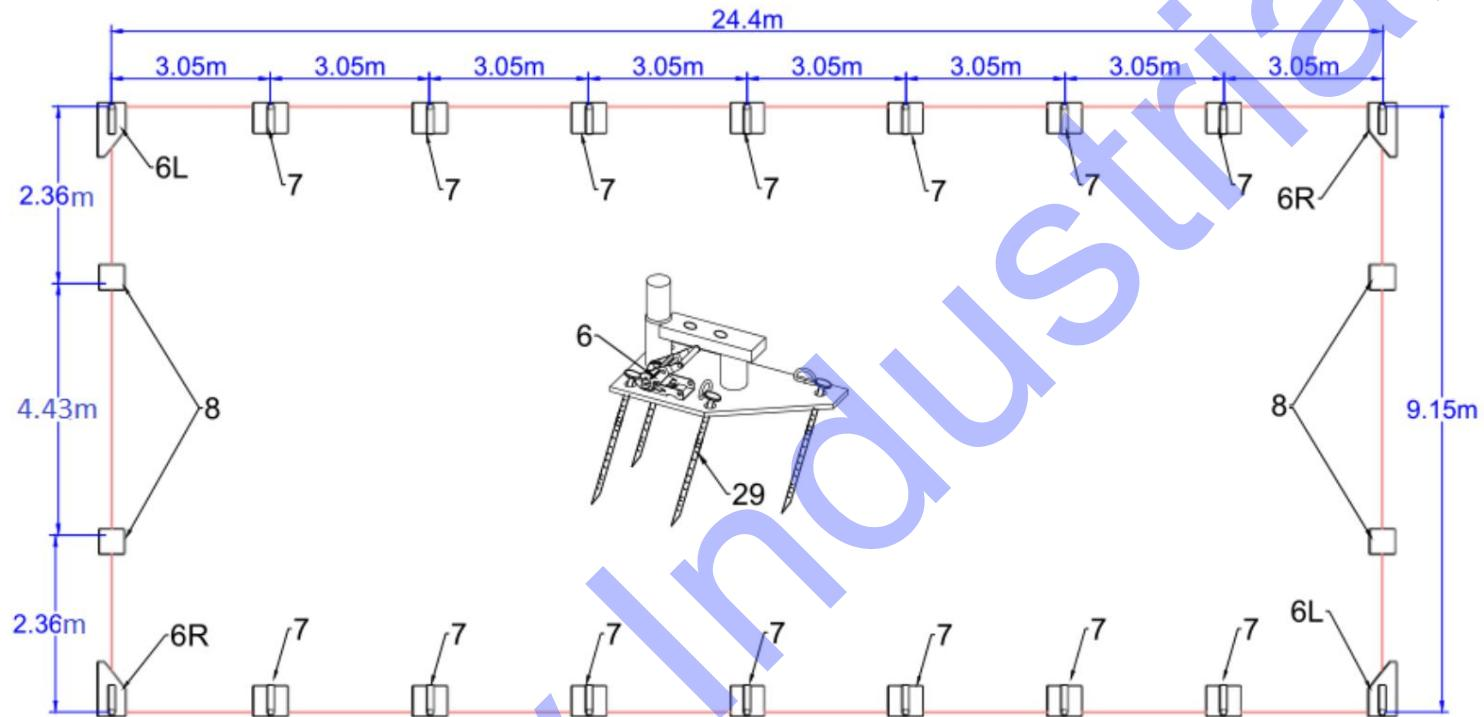

Figure 2 : Placement des fondations
Veuillez vous référer au schéma (Figure 2) pour placer les plaques de base :
- Comme le montre la figure 2, chaque plaque de base est équipée de 4 piquets.